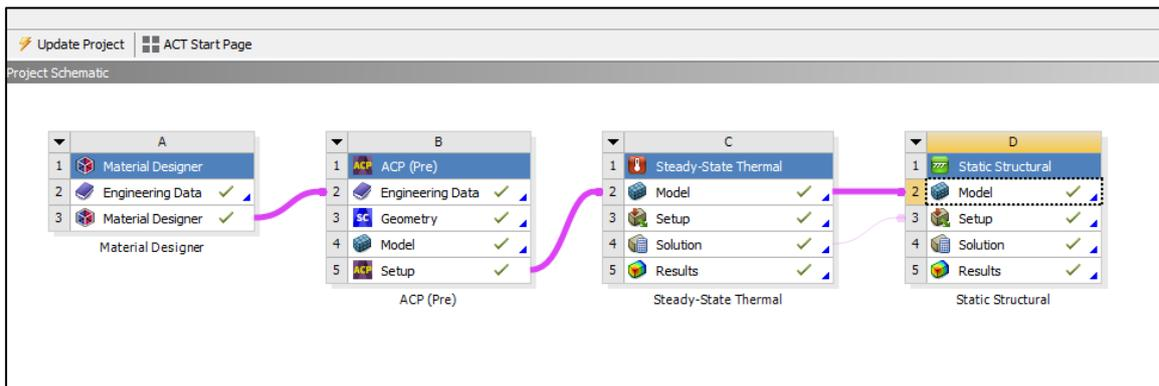

Рис. 41. Готовый проект
18. В итоге должен получиться проект, имеющий следующую цепочку модулей (рис. 41).